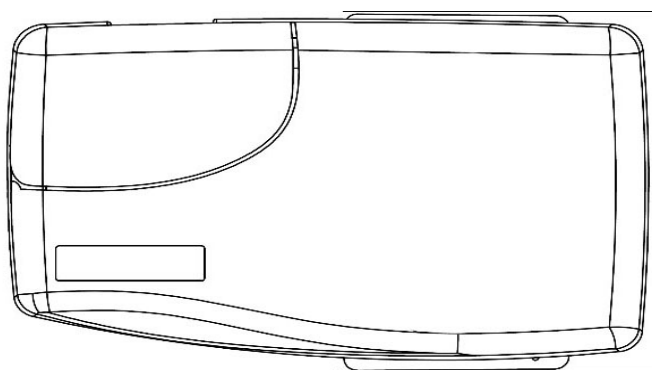

Рисунок 2
3. Повесьте блок управления на закрепленные болты (рисунок 2) и убедитесь в том, что кабель питания и кабель ячейки достанут до блока управления.